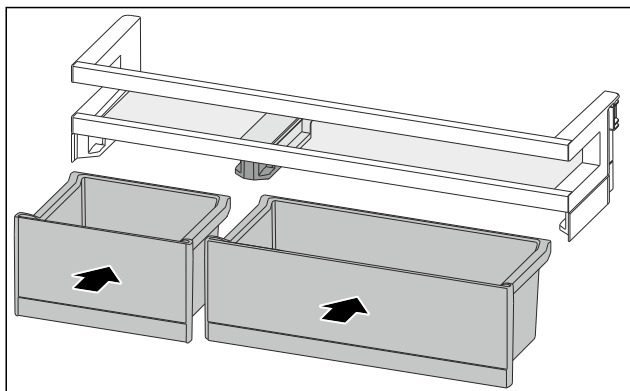

Fig. 136
- Vendosni kutitë VarioBoxnë rendin e kundërt. (shihni Fig. 136)